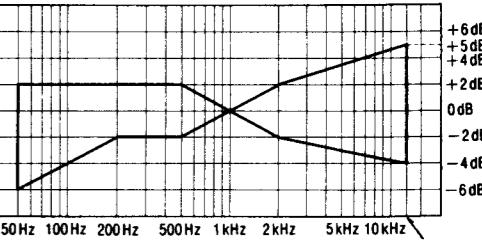

Fig. 9
6. Après cela, amplifier le signal enregistré sur la bande vierge CrO_2 (QZZCRX) et la bande vierge métallisée (QZZCRZ) jusqu'à 12,5kHz et régler de la même manière que celle mentionnée ci-dessus. Puis, vérifier que le niveau de fréquence soit en deçà de la plage montrée à la Fig. 9.